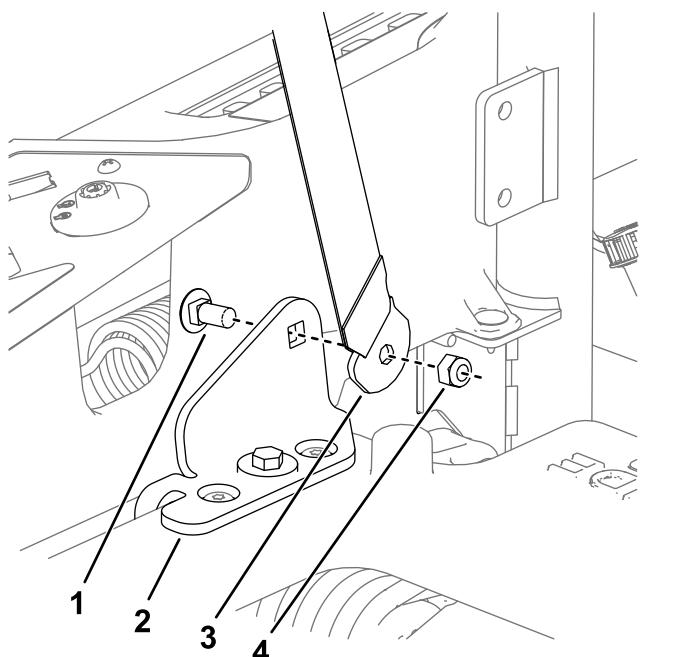

Figure 11
- Fixez la boucle et la languette de la ceinture de sécurité à l'intérieur des supports à l'aide de 2 boulons de carrosserie (7/16" x 1") et 2 contre-écrous (7/16"), comme montré à la Figure 11.